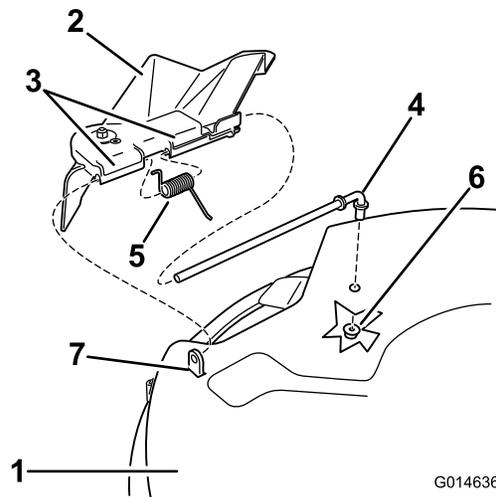

Bild 57
- Machen Sie die in Bild 57 gezeigten Teile ausfindig.
- Nehmen Sie die Mutter (3/8") aus der Stange unter dem Mähwerk ab (Bild 57).
- Schieben Sie die Stange aus dem kurzen Vorsprung, der Feder und dem Ablenkblech (Bild 57).
5. Montieren Sie das Ablenklech (Bild 57).
7. Setzen Sie die Feder mit den Enddrähten nach unten auf die Stange, zwischen die Ablenklechhalterungen. Schieben Sie die Stange durch die zweite Halterung am Grasablenklech (Bild 57).
9. Befestigen Sie das hintere Stangenende mit einer Mutter (3/8") am Mähwerk, wie in Bild 57 abgebildet.